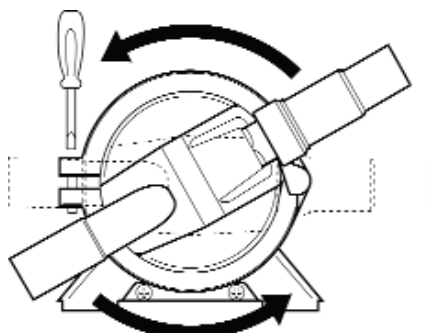

Fig 4 - Gulper® installation
**INFORMATION:** Pumphuvudet kan roteras för anpassning till slanganslutningarna. Lossa skruven, justera och se till att membranen är i rätt position. Flytta huvudet till korrekt position (fig. 4) och dra åt skruven